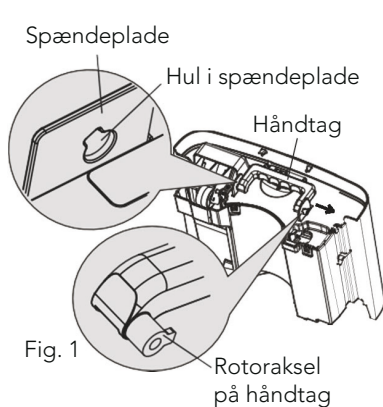

Fig. 1
- (1) Ret rotorakslen på håndtaget mod hullet i spændepladen. Træk i beholderpladen på håndtagssiden ved at følge pilens retning. Fjern håndtaget. (vist i Fig. 1)